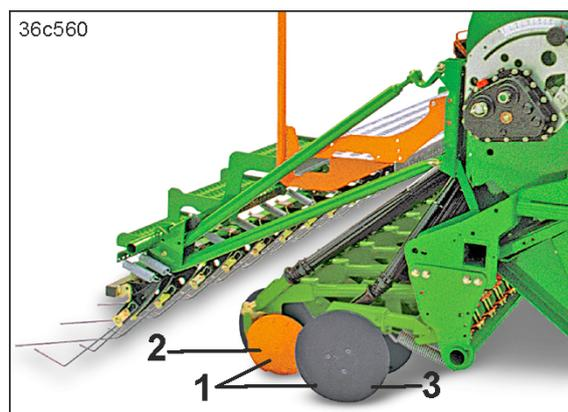

Fig. 54
Das Control-Schar RoTeC (Fig. 54/1) dient zur Saatgutablage auf gepflügten oder gemulchten Böden, auch mit großen Strohmenngen und Pflanzenresten.
Durch die Abstützung des Schar auf der Tiefenführungsscheibe/rolle (Fig. 54/2) und dem hohen Schardruck läuft das Schar besonders ruhig und hält die Saatablagentiefe exakt ein.
- zur Reinigung der Rückseite der Stahlscheibe (Fig. 54/3).